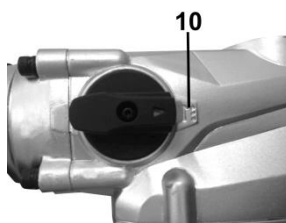

Рисунок 2-2
- Ударно-обертальний режим (режим буріння) - перемикач (4) в положенні  (положення (10), рисунок 2-2).